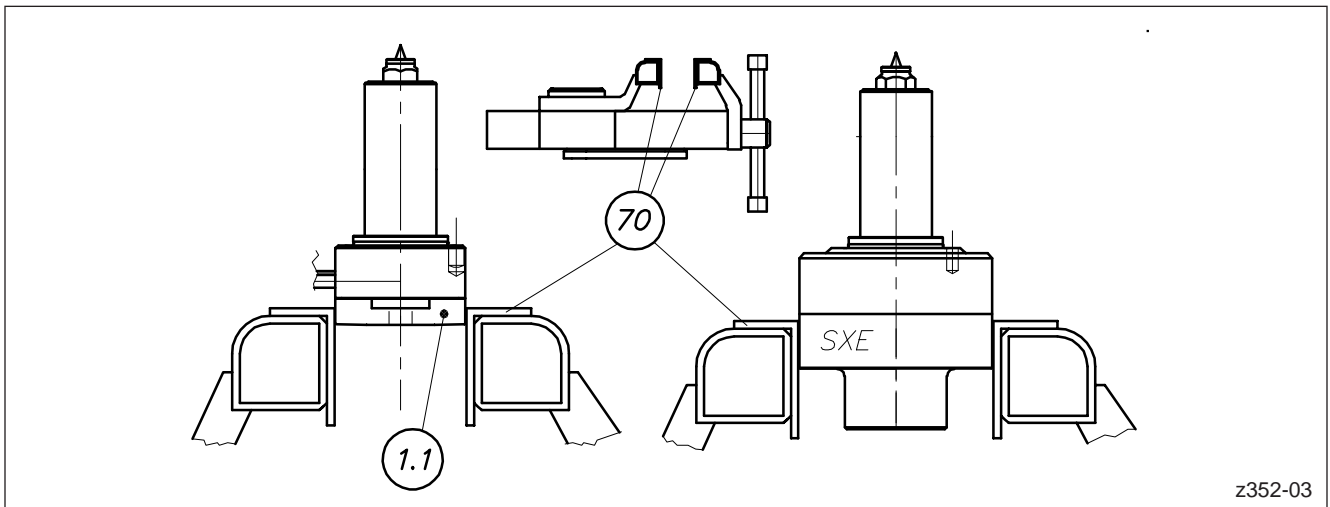

Abbildung 73: Einspannen der ausgebauten HPS III Düse im Schraubstock
Die Düse muss immer am Druckrohr (Pos. 1.1) eingespannt werden. Eine HPS III-SXE Einzeldüse wird am Körper eingespannt (vgl. Abbildung 73).
2. Düse am Druckrohr in den Schraubstock einspannen (vgl. „Abbildung 73: Einspannen der ausgebauten HPS III Düse im Schraubstock“).
1. Düse am Druckrohr in den Schraubstock einspannen (vgl. „Abbildung 73: Einspannen der ausgebauten HPS III Düse im Schraubstock“).